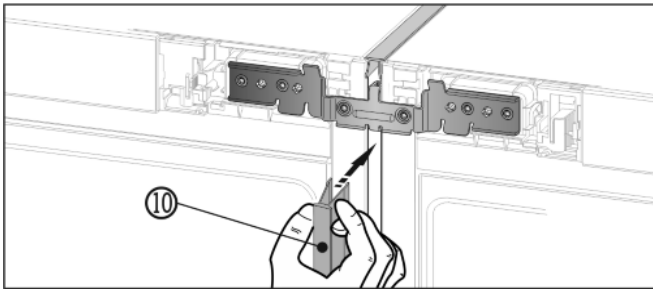

Fig. 14
- ▶ Paina etupuolelta pitkä suojalista Fig. 14 (10) pystysuoraan rakoon. Varmista, että lista nousee ylös liitoslevyllä.